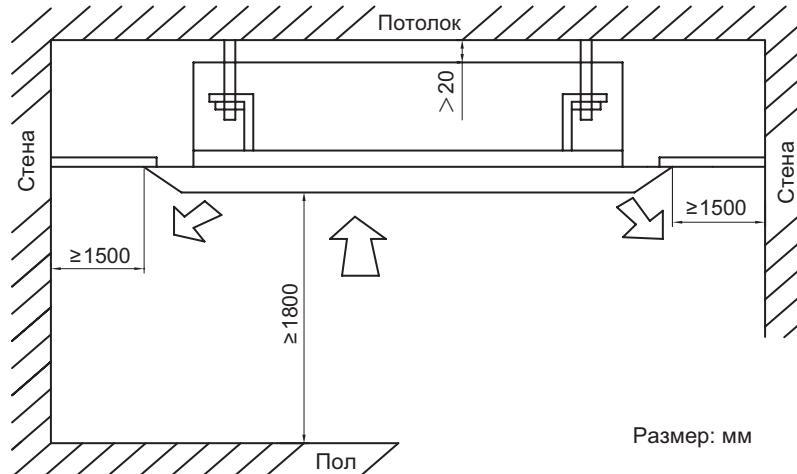

Рис. 11.17.
11.5.2. На рис. 11.17. указаны минимальные допустимые расстояния от 4x-поточного кассетного блока(обычного или компактного) до ограждающих конструкций.